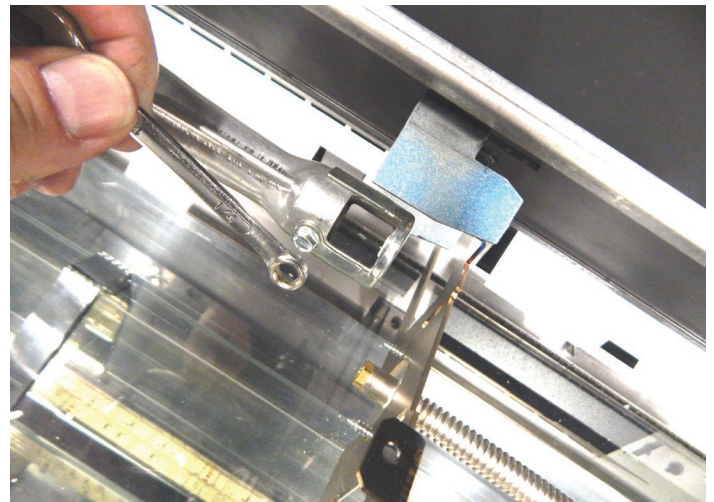

Figure 7
14. À l'aide d'une clé de 1/4 po, desserrer la vis de l'obturateur d'air, puis ajuster l'obturateur en le faisant pivoter à la position complètement ouvert. **Voir Figure 7.**